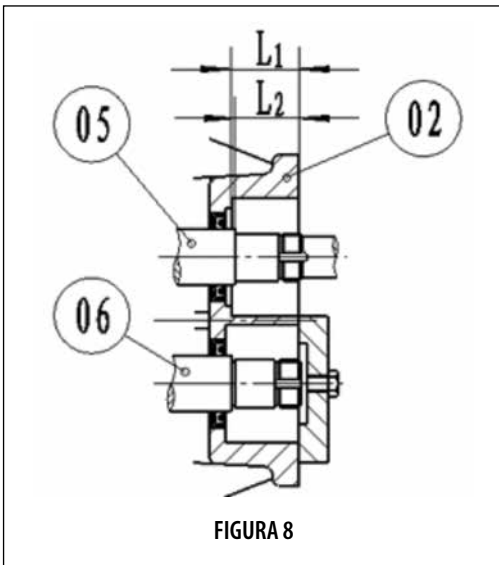

FIGURA 8
De acuerdo con la Figura 8, instale dos casquillos cónicos de instalación para el sello de aceite en el lado no impulsor del eje impulsor y del eje impulsado (05 y 06). Instale la junta (22). Apriete la unidad del alojamiento del cojinete trasero (03) en la carcasa de la bomba (01) con el tornillo prisionero (117), la arandela plana (119), la tuerca (118) y retire los casquillos cónicos para la instalación del sello de aceite.